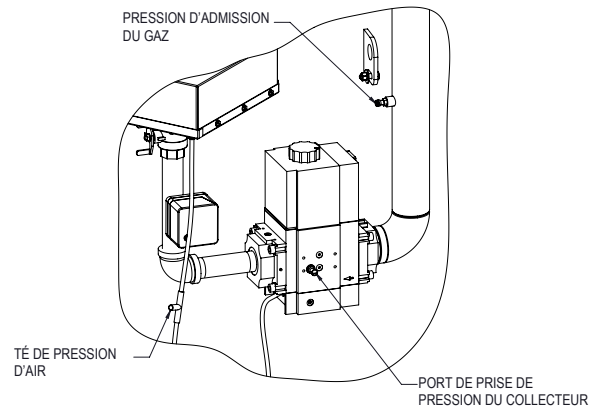

Figure 85. Té de pression d'air
4. Connectez un manomètre gradué de 12 po au tuyau d'aspiration du ventilateur. Retirez le capuchon noir du té de prise de pression d'air, comme indiqué à la **Figure 85** et connectez le manomètre.
- Mesurez la dépression générée par le ventilateur en raccordant un manomètre au té de pression d'air comme indiqué à la **Figure 85**, à une puissance de chauffe de 100%. La lecture doit être celle indiquée au **Table AC** et au **Table AE** (gaz naturel et propane).